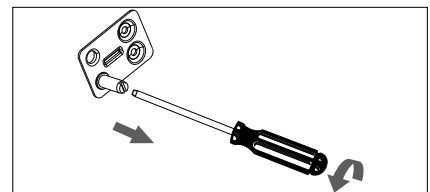

Fig. 6
- ▶ Rimuovere il perno della cerniera con un cacciavite a taglio (fig. 6).